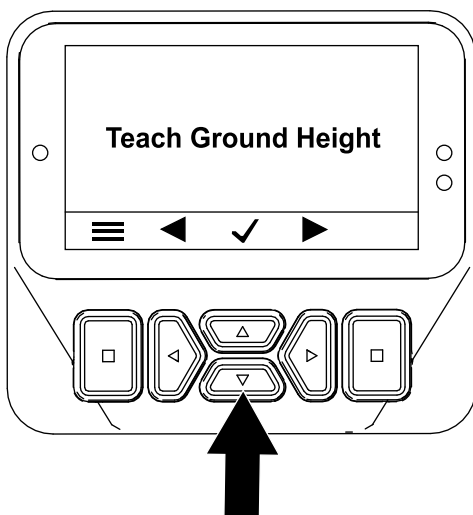

Figura 62
4. No ecrã Teach Ground Height (Figura 62), depois prima um dos botões centrais.